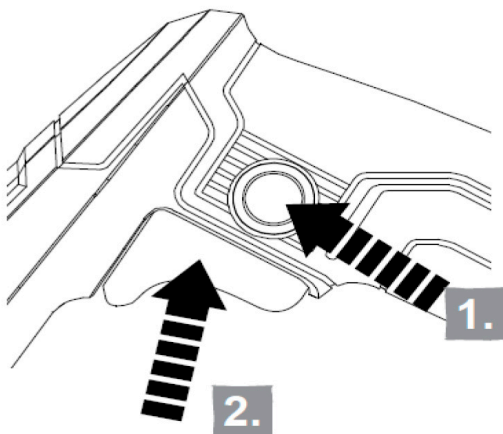

Рис. 7
1. Нажмите на кнопку блокировки выключателя и удерживайте её в нажатом положении (Рис. 7).